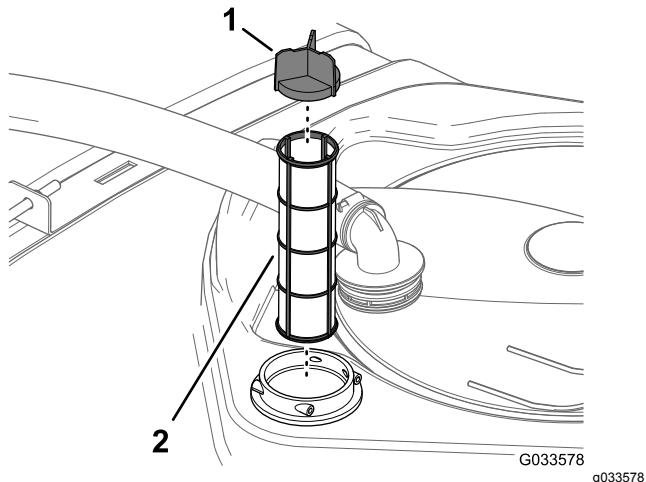

Figura 78
- Estraete il filtro di aspirazione dall'alloggiamento del filtro nel serbatoio (Figura 78).